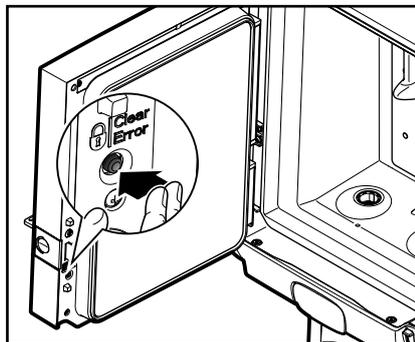

Fig. 22
2. Appuyez sur l'interrupteur **SERRURE/ Clear Error** afin de bloquer la distribution des boissons (fig. 22).
3. Appuyez sur l'interrupteur **SERRURE/ Clear Error** afin de débloquer la distribution des boissons à nouveau. (Fig. 22)